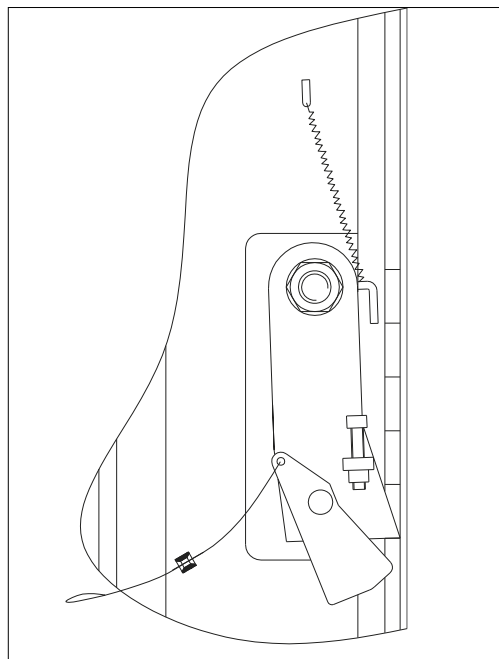

Fig. 16
- ◆ Vid cylinderbrott löser säkerhetskilarna (Fig. 16) i pelarna. Fjädereffekt stoppar vagnarna och förhindrar nedfall.